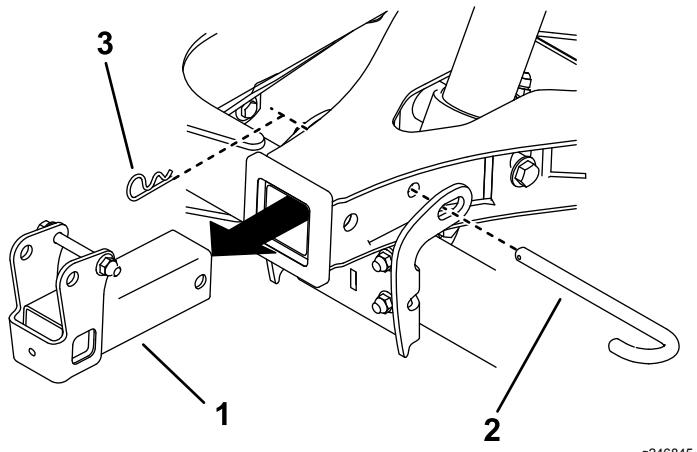

**Figure 22**
**Remarque:** Au besoin, utilisez une clé à cliquet (½ po) pour déplacer la poulie de tension gauche (Figure 22).